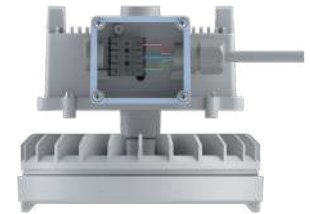

Figura 11
- Passe o cabo PP (L1, L2, PE) de alimentação pelo prensa cabo, e deixe um pedaço de cabo suficiente para interligação dos fios aos conectores disponíveis na caixa de ligação como mostra a figura 11.